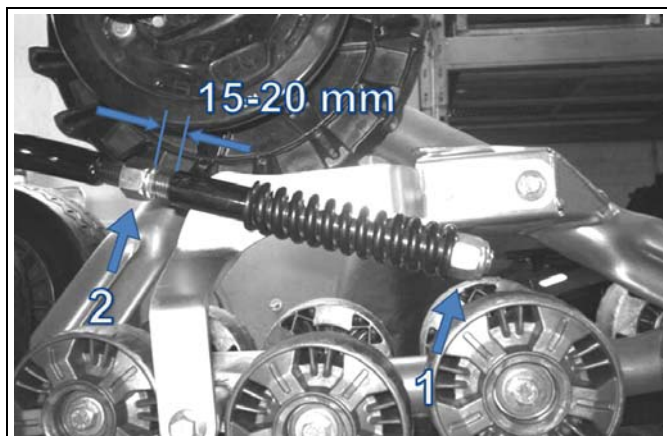

Abbildung 8
- Lösen Sie Mutter (1), die die Feder der Stabilisierungsstange zusammendrückt (siehe Abbildung 8).
- Stellen Sie Mutter (2) ein, um einen Abstand von 15-20 mm, wie dargestellt, zu erzielen.
- Drehen Sie Mutter (1) bis diese die Feder berührt, dann drücken Sie die Feder zusammen, indem Sie diese Mutter 1,5 Drehungen drehen.